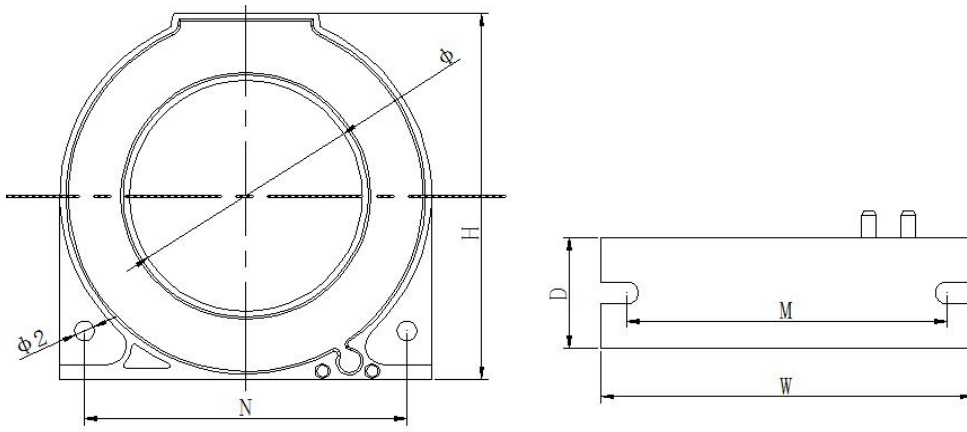

图 8 漏电流互感器外形尺寸
5.4.4 漏电流互感器外形尺寸如图 8、表 8 所示（单位：mm）：